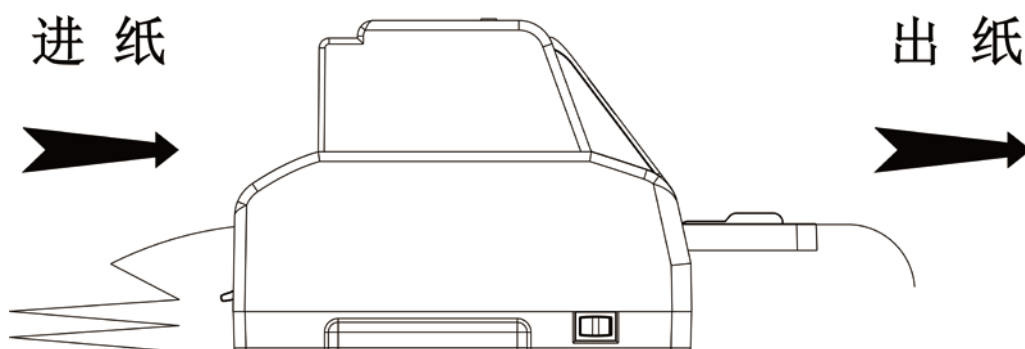

图 3-5 连续纸使用方式
5. 如图 3-5，将打印纸（打印面朝上）紧贴挡纸板边缘，平稳地插入打印机，打印机会自动进纸到起始打印位置。此时可接收数据进行打印了。
连续纸应安装在打印机后部的拖纸器上，拖纸器将连续纸由后往前送纸，如图 3-5 所示。